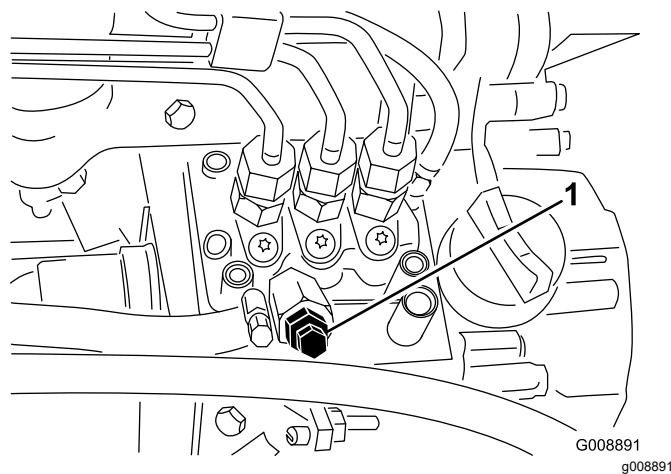

Рисунок 36
4. Выверните продувочный винт из топливного насоса (Рисунок 36).